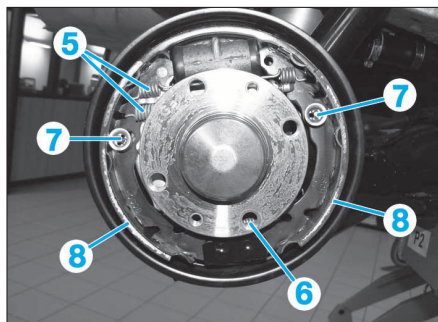

FIG. 15
- A l'aide d'une pince, déposer les ressorts de rappel supérieur (5) et inférieur (6) (Fig.15).
- Déposer les deux agrafes de retenue (7) des segments de frein (8).